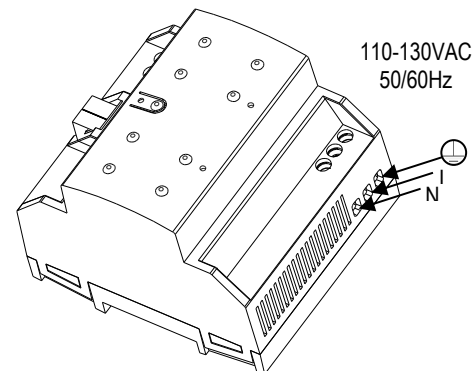

Figura 2: Instalación y conexión ZPS640HIC110
- La alimentación principal debe conectarse a los terminales L, N y tierra de acuerdo con el esquema de la figura 2.